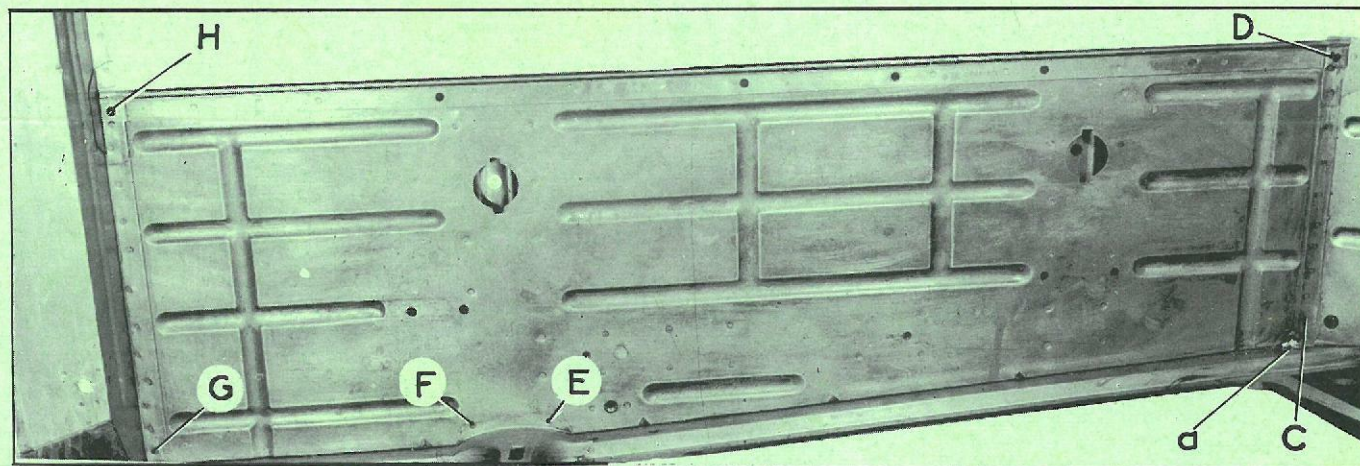

Fig. 2
- CD (fig. 2),
et en E, F (fig. 2).
6. Braser en a (fig. 2).